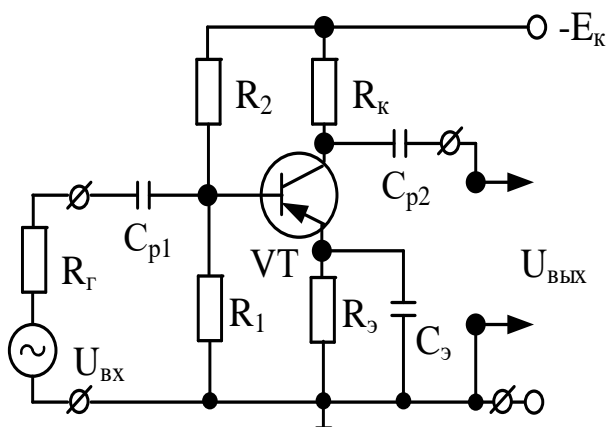

Рис. 2.2. Схема усилительного каскада с ОЭ
Расчетная схема усилительного каскада с ОЭ приведена на рис. 2.2, в нее для стабилизации рабочей точки транзистора включена цепь эмиттерной стабилизации, состоящая из резисторов  $R_6$ ,  $R_3$  и шунтирующего конденсатора  $C_3$ . В схеме уменьшается смещение на базу фиксированным напряжением между базой и эмиттером с помощью делителя напряжения на резисторах  $R_1$ ,  $R_6$ . Совокупность элементов  $R_3$  и  $C_3$  называется цепочкой автоматического регулирования смещения. Шунтирующий конденсатор  $C_3$  исключает возникновение отрицательной обратной связи по переменному току, снижает потери  $U_{вых}$ , увеличивает коэффициент усиления по напряжению  $K_u$  и КПД усилителя.
2. Произвести расчет усилительного каскада (см. рис. 2.2).